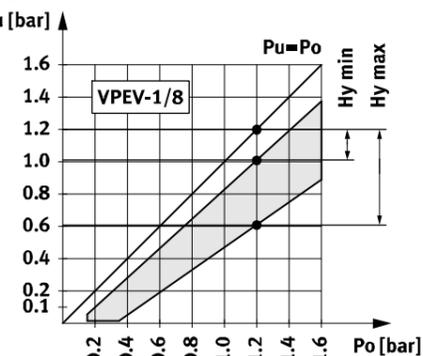

Fig. 2
Переставив запорный винт [6] из канала питания [5] в канал вакуума [8] можно эксплуатировать VPEV как реле давления (график характеристики → Fig. 2).
Характеристика переключения реле вакуума → Fig. 2
Настройка гистерезиса VPEV → Fig. 2
7. Подайте на VPEV верхнее переключающее давление p1 (нижнее переключающее давление p2 плюс требуемый гистерезис Hu → Fig. 2). Индикатор остается неизменным.